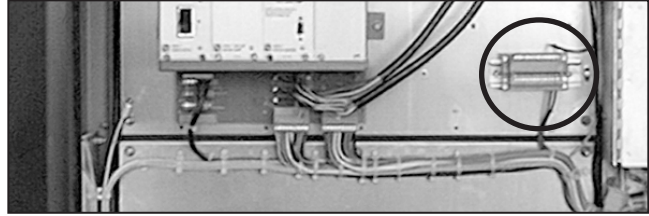

Figura 91. Enganche los cables de la conexión a tierra al bloque de terminal.
- (f) Hasta tres pares de cables de tierra, VS-G1 y VS-G2, están incluidos. Vea el diagrama de cableado para los detalles. Conecte los cables de tierra en la caja de contactos que se especifica en los planos que se incluyen. Ver Figura 91.